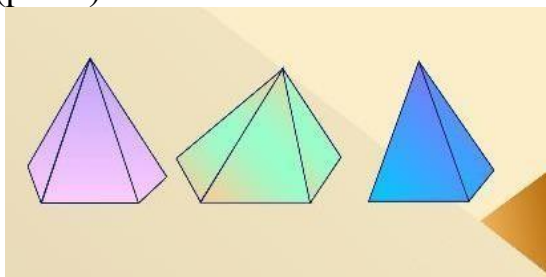

Рис.4. Фигуры, образованные наклонными плоскостями
1.Тела, образованные наклонными плоскостями (пирамиды, наклонные призмы и др.) (рис.4).